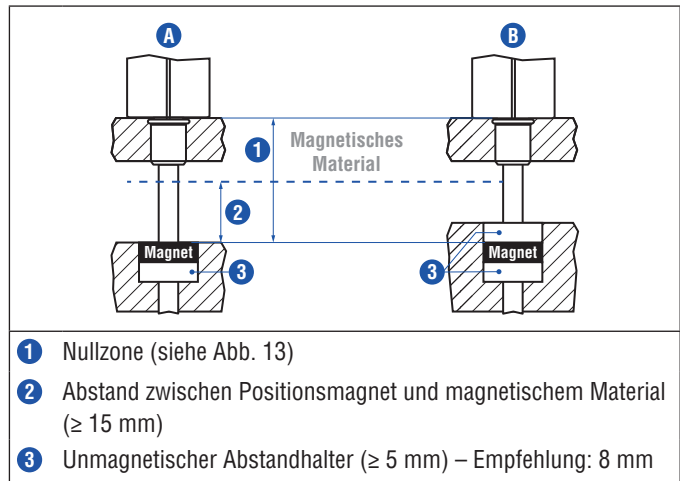

Abb. 11: Einbau mit magnetischem Material
- Der minimale Abstand zwischen Positionsmagnet und magnetischem Material beträgt 15 mm (Abb. 11).
- Beachten Sie die Maße in Abb. 11 bei der Nutzung von magnetischem Material.
Bei der Verwendung von magnetischem Material die in Abb. 11 dargestellten Maße unbedingt beachten.